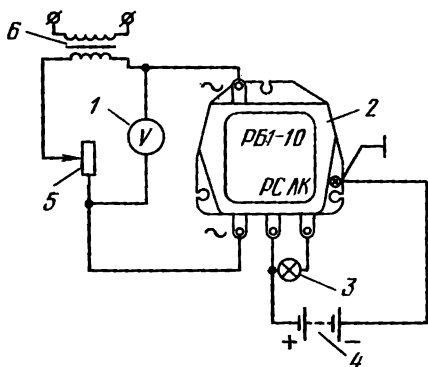

Рис. 180. Схема соединений для проверки реле блокировки на стенде:
**Проверка и регулировка реле блокировки на стенде.** Устанавливают реле блокировки 2 (рис. 180) в рабочее положение жакетами вниз. Плавное изменение напряжения источника с помощью реостата 5, определяют величину напряжения включения (лампа гаснет) и отключения (лампа загорается) реле блокировки. Если раз-